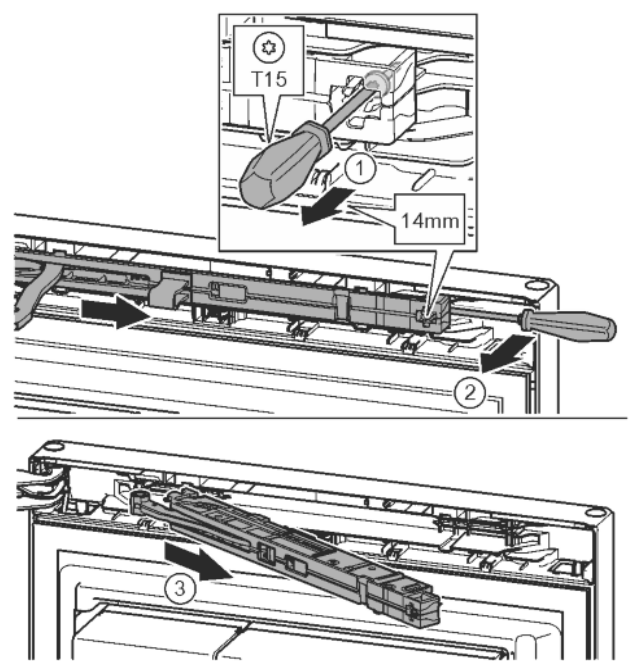

Fig. 11
- За допомогою викрутки T15 ослабте гвинт на демферному вузлі приблизно на 14 мм. Fig. 11 (1)
- Переміщаючи викрутку з боку ручки за демферний вузол, поверніть уперед. Fig. 11 (2)
- Витягніть демферний вузол. Fig. 11 (3)